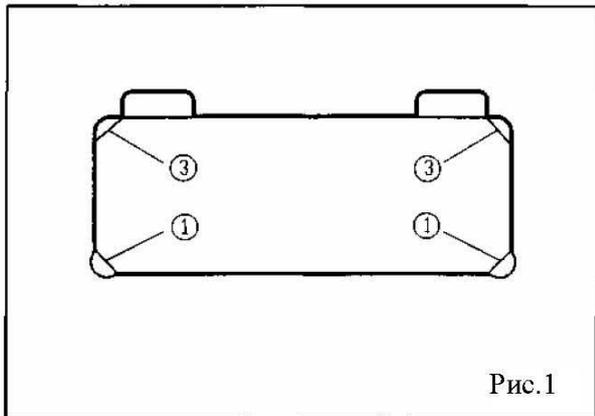

Рис.1
1. Масляный лоток должен устанавливаться на четырех углах на врезанных пазах стола (Рис.1).